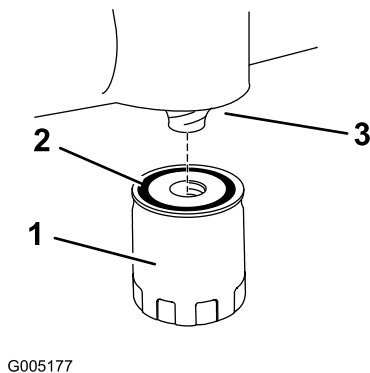

Figure 35
13. Posez le filtre à huile de rechange sur le socle de montage. Tournez le filtre dans le sens horaire jusqu'à ce que le joint soit en appui contre le socle, puis donnez de 2/3 à 1 tour supplémentaire (Figure 35).